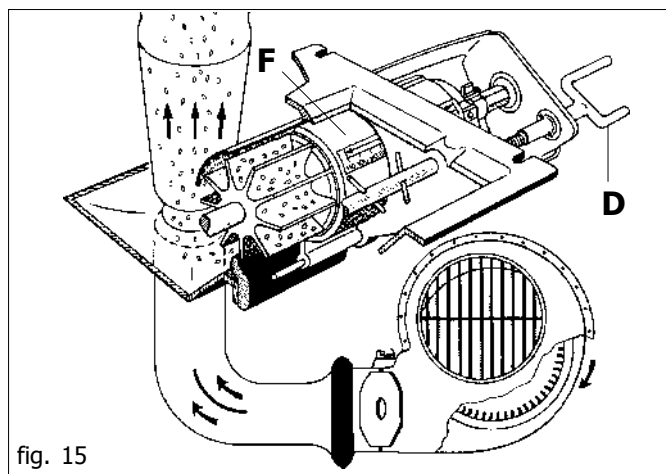

fig. 15
La quantité de graines qui doit être distribuée par hectare est déterminée par le dispositif de dosage (Fig.15). Pour ce faire, modifier l'ouverture du rideau (F) à l'aide de la barre filetée (D) sur la valeur correspondante de la colonne de gauche du tableau de distribution graines 19702800 (tableau page 62).
La quantité d'engrais qui doit être distribuée par hectare est déterminée par le dispositif de dosage (Fig.15). Pour ce faire, modifier l'ouverture du rideau (F) à l'aide de la barre filetée (D) sur la valeur correspondante de la colonne de gauche du tableau de distribution d'engrais.